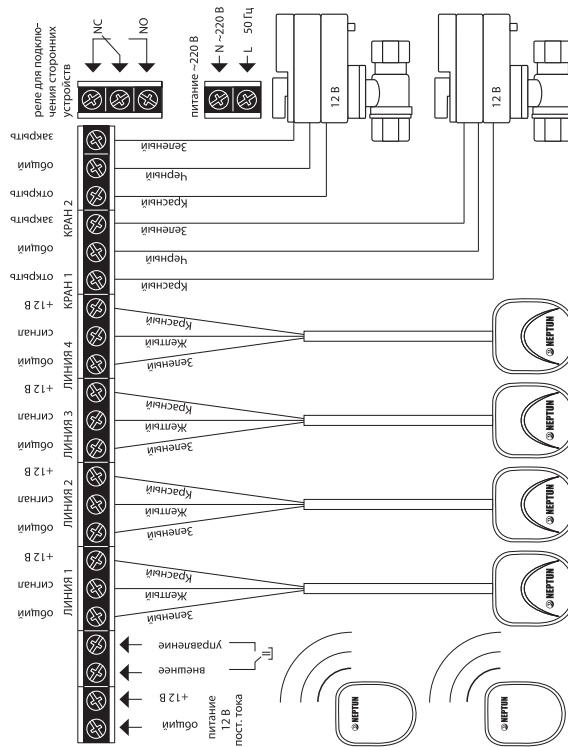
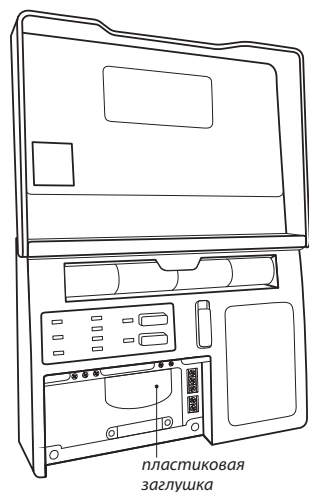

Рис. 4. Схема подключения кранов шаровых с электроприводом серии Neptun Bugatti Pro 12 B к модулю управления Neptun ProW+
Рис. 7. Вид Модуля управления Neptune ProW+ изнутри с открытой крышкой коммутационного отсека
Подключение Модуля управления к сети электропитания переменного тока производите в строгом соответствии со схемой подключения (Рис. 4, 5, 6), которая изображена на внутренней стороне крышки Модуля управления.
3. Откройте крышку коммутационного отсека (Рис. 7).
4. Выполните подключение проводов электропитания, Проводных датчиков и кранов с электроприводами в соответствии со схемами, изображенными на Рис. 4, 5, 6. (в зависимости от типа подключаемых кранов с электроприводом). При необходимости, для ввода проводов в коммутационный отсек удалите пластиковую заглушку, расположенную в нижней части корпуса Модуля управления при помощи отвёртки (Рис. 7)
2. Подключите Проводные датчики к Модулю управления в соответствии со схемами подключения (Рис. 4, 5, 6). При подключении строго соблюдайте порядок подключения датчиков к проводным линиям Модуля управления: красный провод к клемме «+12 В»; желтый провод к клемме «Сигнал»; зеленый к клемме «Общий» (Рис. 9д).